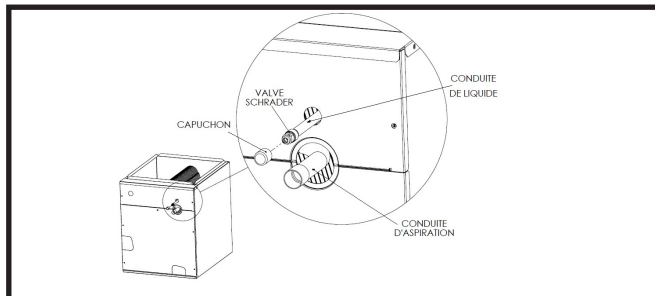

Figure 1. Emplacement des conduites de suction et de liquide
- Retirez le capuchon (Figure 1) du bout de la conduite de liquide.